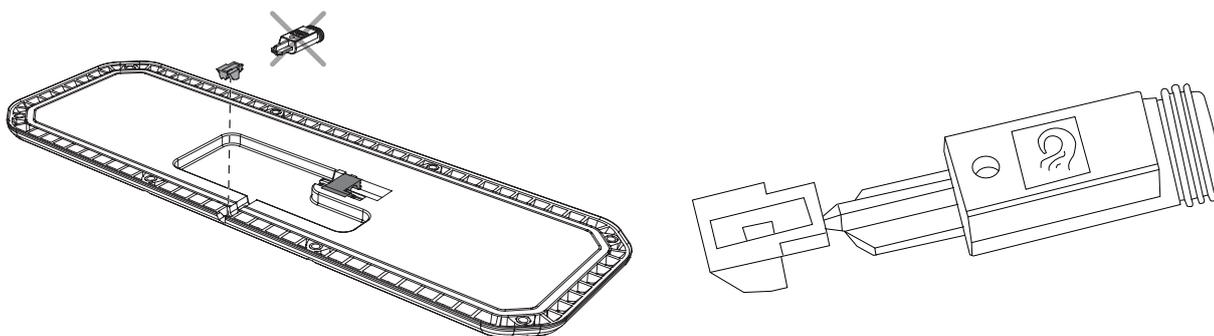

Figura 65. Montaje der Abdeckung zur Abdichtung der UCU.
4. Suelte con cuidado la parte exterior del tapón y encaje la toma. Véase la Figura 65